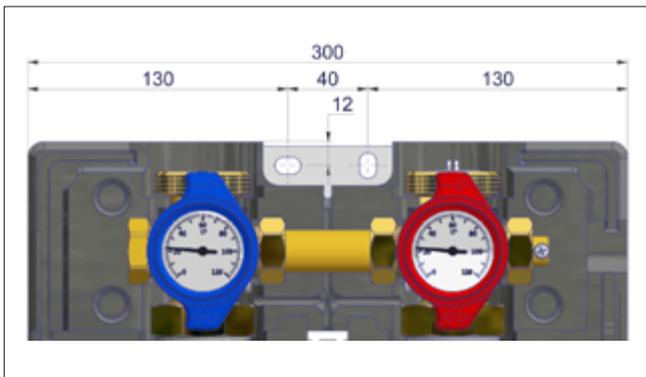

Fig. 7-1: Schema di installazione
2. Marcare i punti di foratura per l'installazione del gruppo di rilancio (v. "Fig. 7-1 Schema di installazione").
3. Eseguire fori di dimensione adeguata al formato delle viti e del supporto (v. "Fig. 7-1 Schema di installazione").
6. Appoggiare il gruppo di rilancio alla parete in posizione verticale (v. "Fig. 7-1 Schema di installazione").
8. Togliere le manopole dei termometri (B) e smontare l'isolamento intermedio (C).